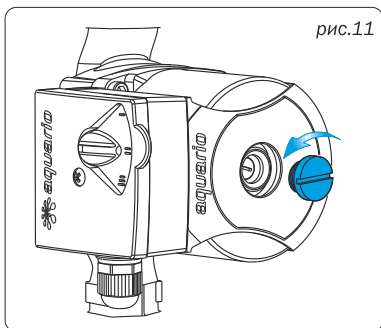

рис.11
- Для удаления воздуха из насоса выкрутите пробку, вращая её против часовой стрелки (рис.11).
После длительного перерыва в работе насоса перед его запуском необходимо убедиться, что вал насоса свободно вращается и не заблокирован отложениями, накипью и т.п. Для этого нужно выкрутить пробку (рис.11), и повернуть вал насоса шлицевой отверткой.